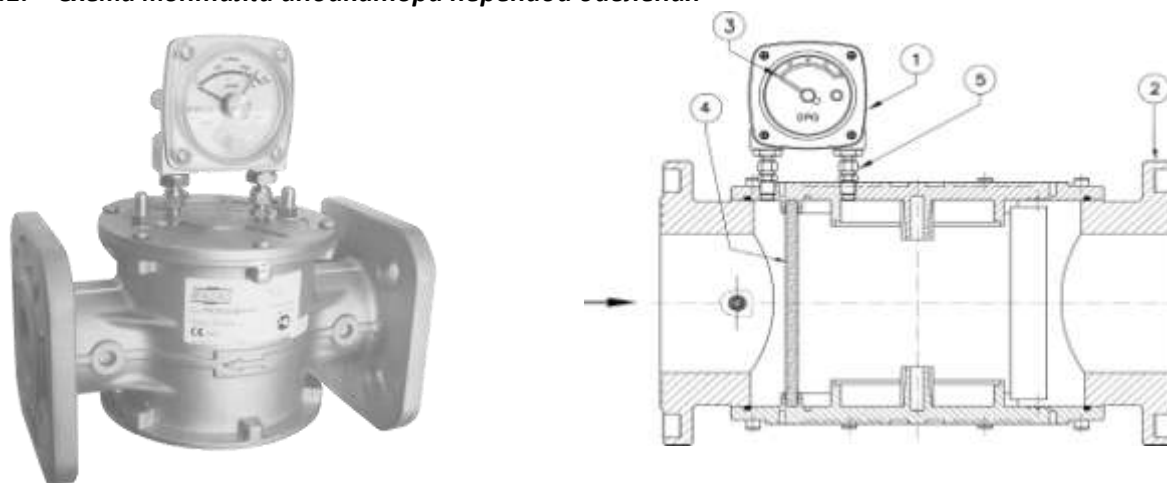

Рис.6
Фильтр с индикатором перепада давления (рис. 6) состоит из: индикатор перепада давления DP/G 1,5 (1); корпус фильтра (2); шкала индикатора перепада давления DP/G 1,5 (3); фильтрующий элемент (4); винты крепления индикатора перепада давления (5).